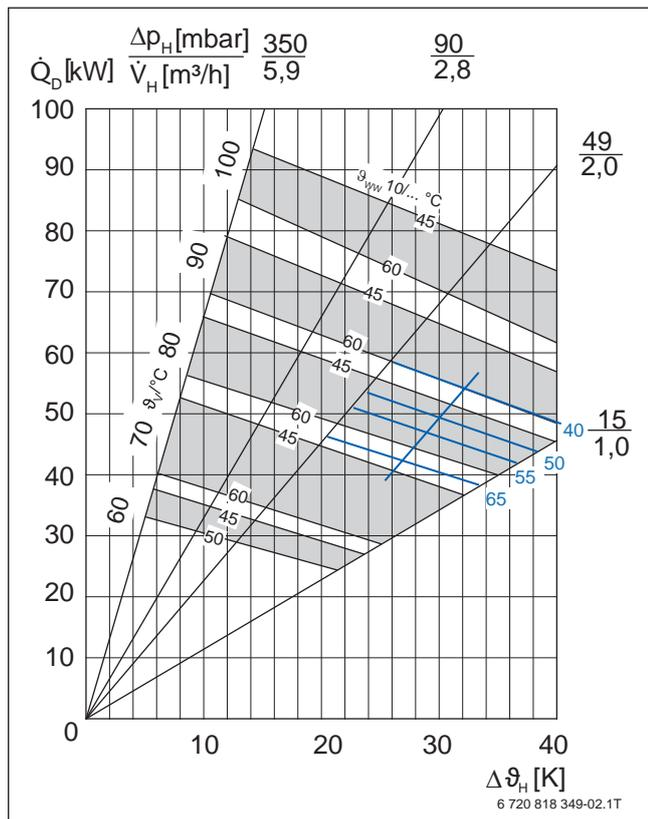

Bild 36 Dauerleistungsdiagramm für Logalux SU500.5 mit Hilfslinien für zusätzliche Warmwasser-Austrittstemperaturen; Beispiel blau hervorgehoben
- Warmwasser-Austrittstemperatur (→ Bild 36, Seite 53)
- Abstand zwischen 45 °C- und 60 °C-Kurve in 3 gleiche Abschnitteteilen (Beispiel → Bild 36, Punkte für 50 °C und 55 °C)
- Hilfslinie parallel zu den Begrenzungskurven des Feldes ziehen (→ Bild 36, 50 °C- und 55 °C-Kurve)
- Verschieben einer Hilfslinie außerhalb des Feldes im Abstand von 5 °C (→ Bild 36, 40 °C- und 65 °C-Kurve)
Für Warmwasser-Austrittstemperaturen von 40 °C ... 65 °C kann der Speicher über das Dauerleistungsdiagramm ausgelegt werden. In diesem Temperaturbereich lassen sich Warmwasser-Leistungsdaten für andere Austrittstemperaturen als 45 °C oder 65 °C über Extrapolation oder Interpolation ermitteln (→ Bild 36, Seite 53).